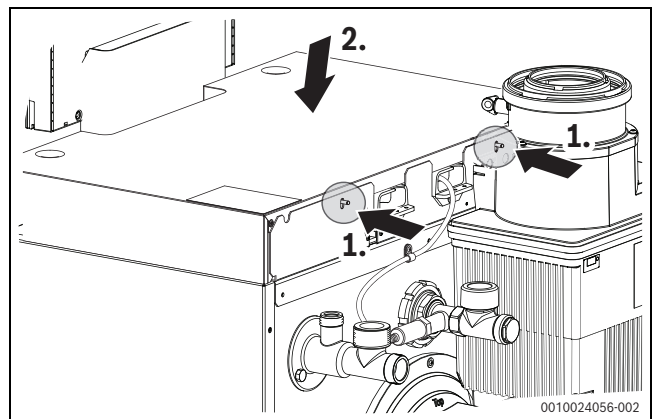

Bild 36 Kesselhaube montieren
- Kesselhaube mit den Pins in die Rückwand einsetzen und nach unten klappen (→ Bild 36)